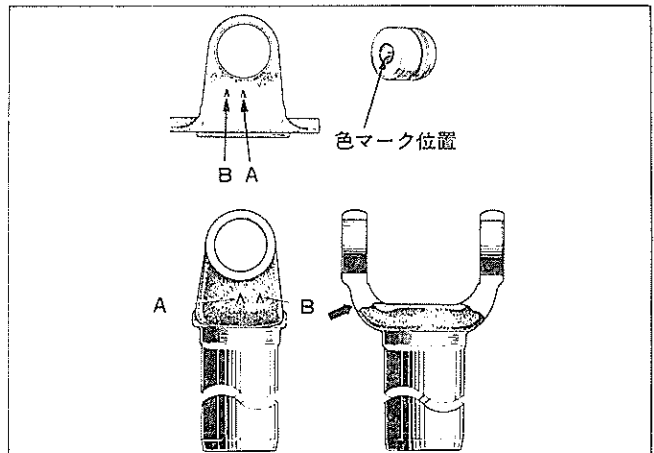

図9-9 識別マーク
- ① ベアリング回転の引つ掛かり
- ② 異 常
- (1) 図9-9の④位置の△ マークの有無